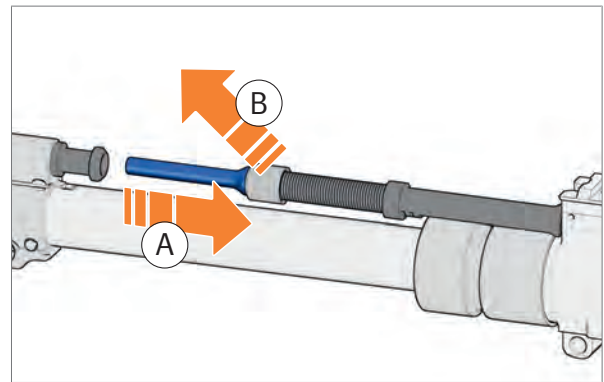

Abb. 96: Antriebsstange entnehmen
2. Antriebsstange nach hinten ziehen und halten (Abb. 96).
3. Antriebsstange nach oben ziehen und nach vorne aus dem Gehäuseoberteil entnehmen (Abb. 96).